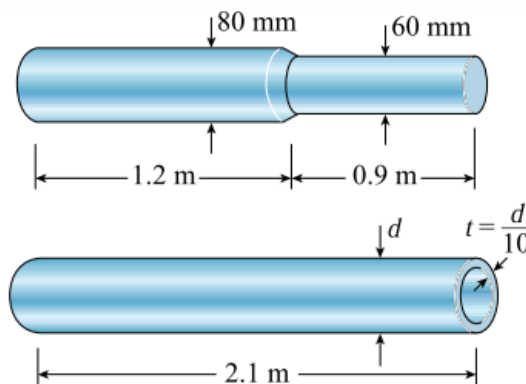

Figura 3.6
3.1.9 Determine o diâmetro d do veio do Figura 3.6 de forma que os dois veios tenham a mesma rigidez torsional.